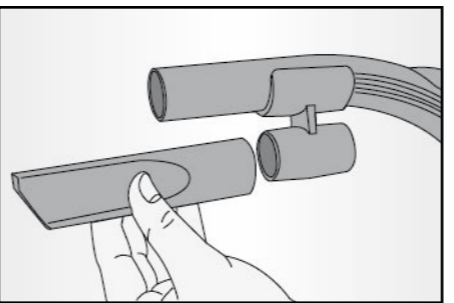

Fig. 5
Riporre quindi l'apparecchio, inserendo il porta accessori (15) sull'impugnatura (18) ed aggancian-dovi l'aspiratore fessure (17) e l'aspiratore piccolo con spazzolino (16) (Fig. 5).